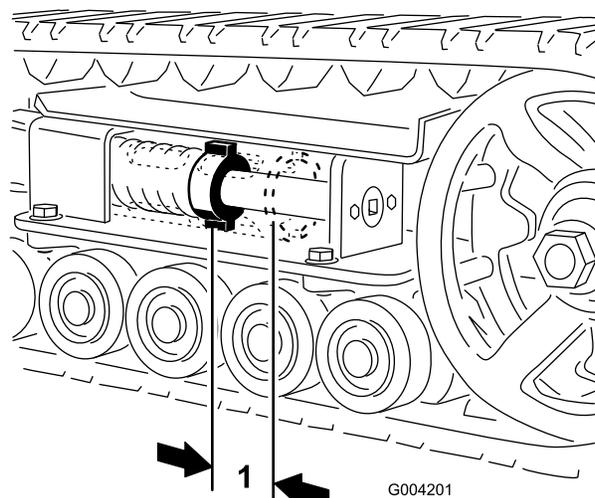
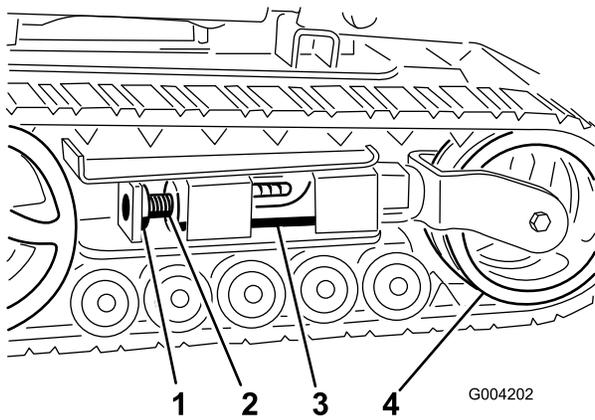
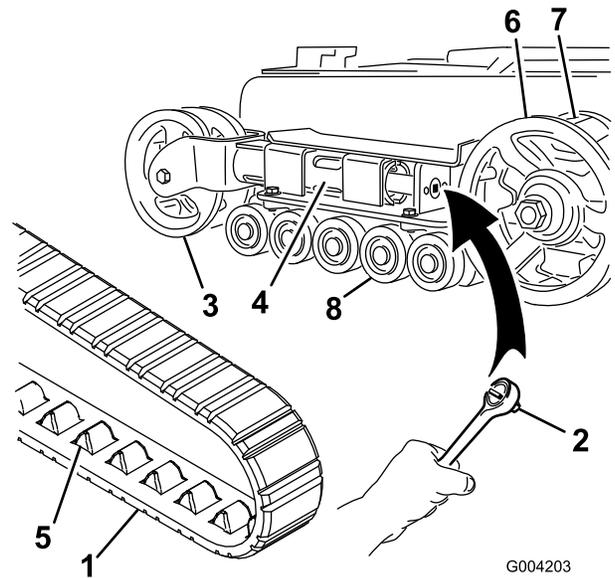
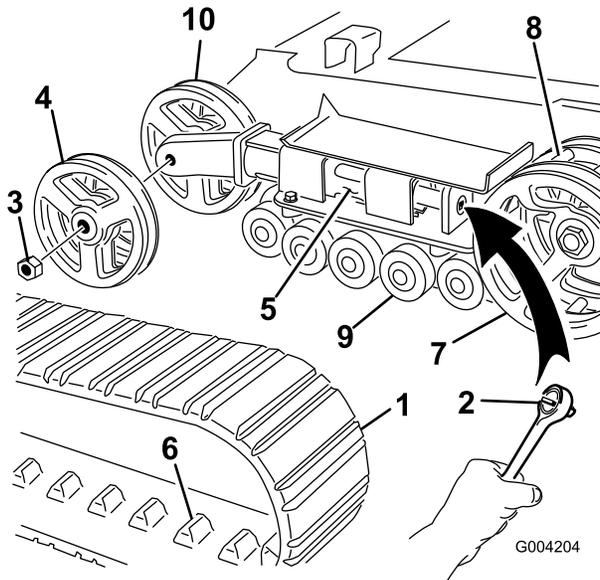

Figura 44
Figura 45
Figura 46
Figura 47
Debe haber una holgura de 7 cm entre la tuerca tensora y la parte de atrás del tubo tensor (Figura 44). Si no es así, ajuste la tensión de las orugas usando el procedimiento siguiente:
3. Retire el perno de bloqueo y la tuerca (Figura 45).
- Usando una llave de 1/2 pulgada (Figura 46), gire el tornillo tensor en el sentido contrario a las agujas del reloj hasta que la distancia entre la tuerca tensora y la parte de atrás del tubo tensor (Figura 44) sea de 7 cm.
- Alinee la muesca más próxima del tornillo tensor con el taladro del perno de bloqueo, y fije el tornillo con el perno de bloqueo y la tuerca (Figura 45).
- Empuje la rueda tensora hacia la parte de atrás de la unidad de tracción para mover el tubo de horquilla contra el bastidor (Figura 46). (Si no toca el bastidor, siga girando el tornillo tensor hasta que lo toque.)
- Cuando haya retirado la oruga de la rueda tensora, retírela de la rueda motriz y de las ruedas de rodaje (Figura 46).
- Empezando en la rueda motriz, pase la oruga nueva alrededor de dicha rueda, asegurándose de que los dientes de la oruga encajen entre los espaciadores de la rueda (Figura 46).
- Empuje la oruga por debajo de y entre las ruedas de rodaje (Figura 46).
- Gire el tornillo tensor en el sentido contrario a las agujas del reloj hasta que la distancia entre la tuerca tensora y la parte de atrás del tubo de horquilla (Figura 44) sea de 7 cm.
- Retire el perno de bloqueo y la tuerca (Figura 45).
- Usando una llave de 1/2 pulgada, alivie la tensión en la oruga girando el tornillo tensor en el sentido de las agujas del reloj (Figura 45 y Figura 46).
4. Usando una llave de 1/2 pulgada, alivie la tensión en la oruga girando el tornillo tensor en el sentido de las agujas del reloj (Figura 45 y Figura 47).
5. Empuje la rueda tensora hacia la parte de atrás de la unidad de tracción para mover el tubo tensor contra el bastidor (Figura 47). (Si no toca el bastidor, siga girando el tornillo tensor hasta que lo toque.)
6. Retire la tuerca que fija la rueda tensora exterior y retire la rueda (Figura 47).
7. Retire la oruga (Figura 47).
8. Retire la tuerca que fija la rueda tensora interior y retire la rueda (Figura 47).
12. Instale la rueda tensora interior y fíjela con la tuerca que retiró anteriormente (Figura 47).
14. Instale la oruga nueva, asegurándose de que los dientes de la oruga encajen entre los espaciadores de la rueda motriz (Figura 47).
15. Instale la rueda tensora exterior y fíjela con la tuerca que retiró anteriormente (Figura 47).
17. Gire el tornillo tensor en el sentido contrario a las agujas del reloj hasta que la distancia entre la tuerca tensora y la parte de atrás del tubo tensor (Figura 44) sea de 7 cm.